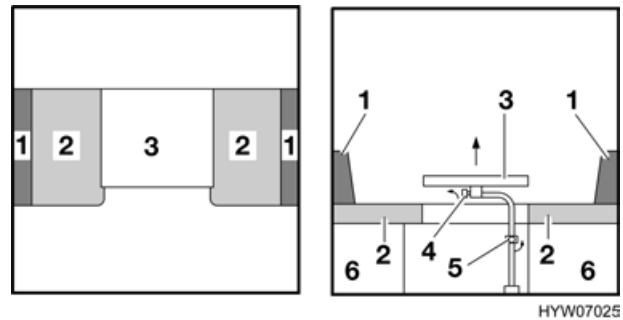

Bild 52 Vor dem Umbau
- Befestigungsschraube (Bild 52,4) an der Tischunterseite lösen und Tischplatte (Bild 52,3) abheben.
- Befestigungsschraube (Bild 52,5) für Tischfuß lösen, Tischfuß nach oben aus der Halterung herausziehen.